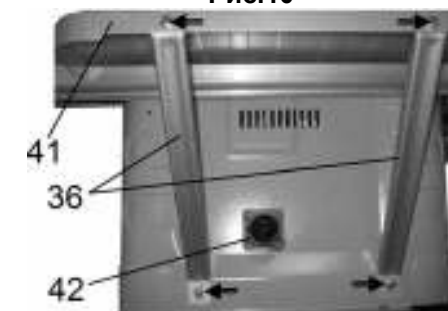

Рис.11
8.4.2. Установите и закрепите задний удлинитель рабочего стола (41), Рис.11.